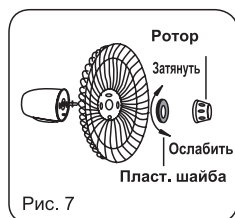

Рис. 7
1. Открутите винт по часовой стрелке (или достаньте винт из упаковки), а пла- стиковую шайбу против часовой стрелки, чтобы снять их. Прикрепите заднюю решетку к мотору и снова затяните пластиковую шайбу (Рис. 7).